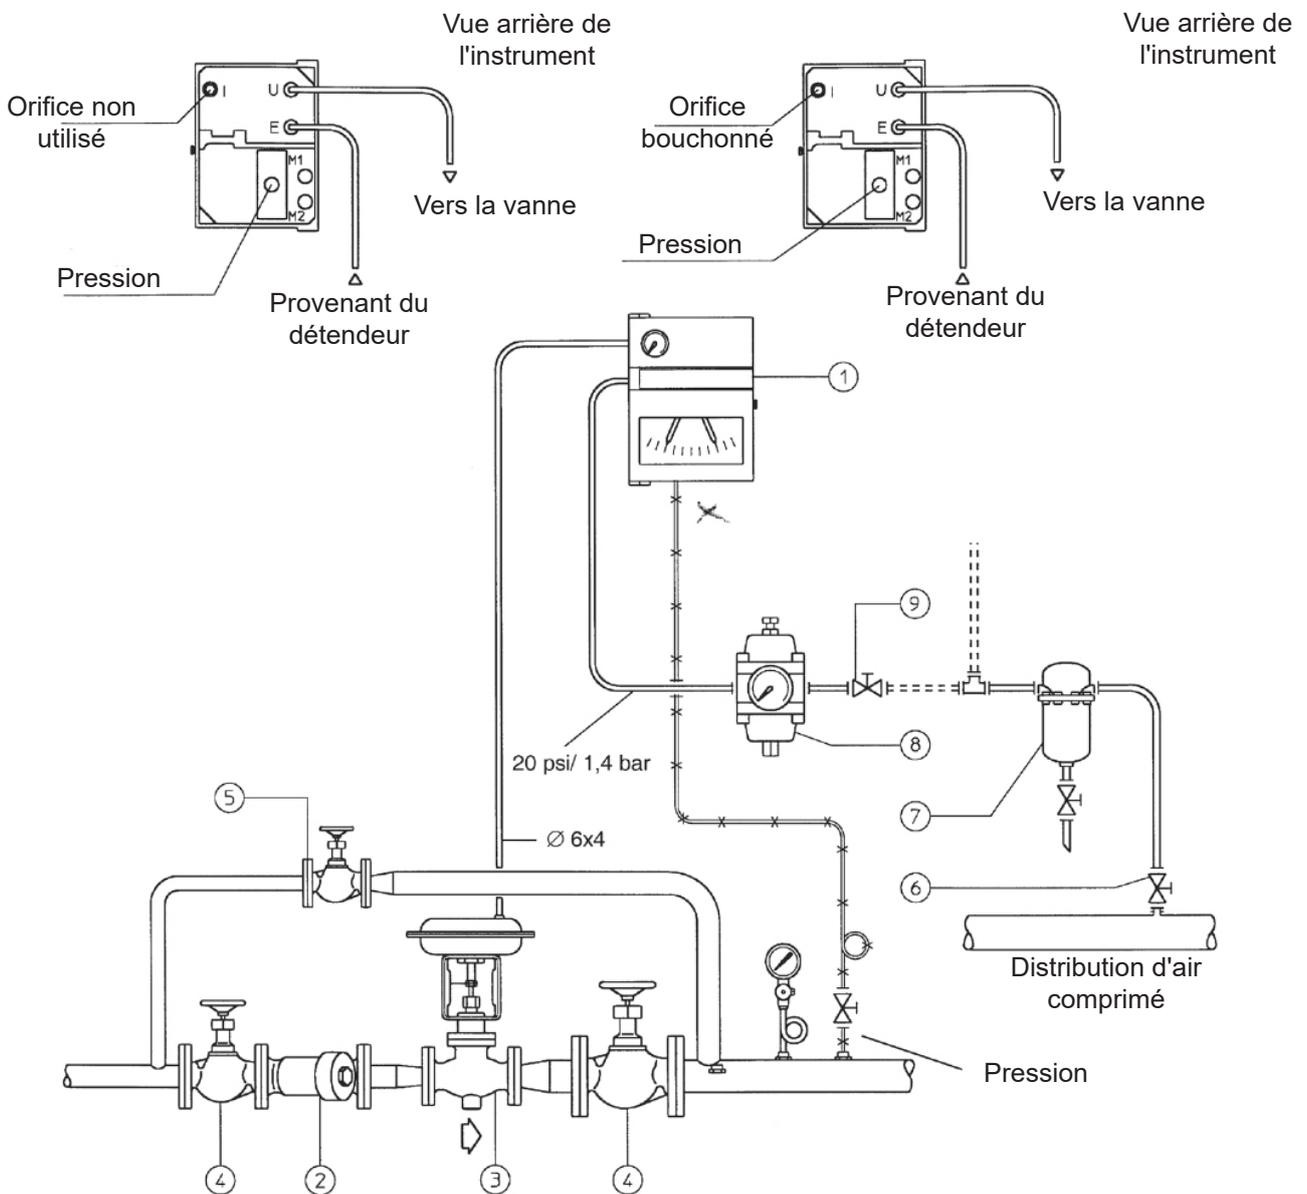

Fig. 4 - Schéma type d'installation des régulateurs à action P et PI
Les résultats que l'on peut avoir par l'instrumentation pneumatique sont strictement subordonnés à la qualité de l'air d'alimentation. Les régulateurs pneumatiques sont prévus pour une alimentation d'air à la pression constante de 21 psi (1,4 bar). On installera un filtre, généralement incorporé au régulateur d'air, avant chaque instrument (repère 8, fig. 4).
Le signal de réglage à la sortie des régulateurs a une valeur standard de 3 à 15 psi (ou de 0,2 à 1 bar). Le signal doit être transmis à la vanne pneumatique de contrôle (3) par un tube en cuivre ou en nylon, comme indiqué fig. 4. Il est indispensable que la ligne de raccordement soit parfaitement étanche et ne comporte aucune restriction pouvant s'opposer à l'écoulement rapide de l'air lors des variations de pression pour ne pas modifier la caractéristique de l'action de régulation.
L'installation d'un filtre (2) en amont de la vanne est indispensable pour la protection des organes internes. Dans le cas d'installations à fonctionnement continu afin de rendre possible l'entretien périodique de la vanne, il est recommandé d'installer deux robinets d'isolement (4) et un de by-pass (5), comme indiqué fig. 4. Au moyen de ce robinet de by-pass, on pourra également régler manuellement le processus sans passer par la vanne de contrôle. Le robinet de by-pass ne doit pas être prévu lorsque la vanne pneumatique a aussi, en plus de sa fonction de contrôle, une fonction d'arrêt de sécurité.
Les raccordements pneumatiques à réaliser sont visibles fig. 4. A l'arrière des instruments sont reportées les mêmes références que celles indiquées sur les schémas relatifs aux différentes connexions pneumatiques